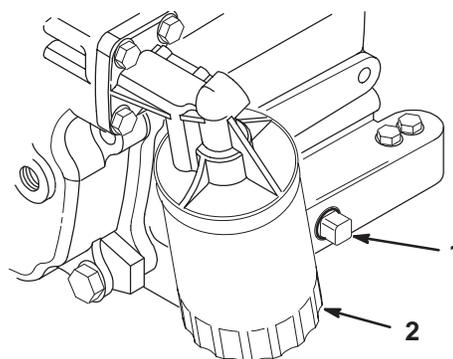

Figure 26
5. Enlevez le bouchon de vidange (Fig. 26) et laissez s'écouler l'huile dans un bac de vidange. Remettez le bouchon quand toute l'huile s'est écoulée.
2. Déposez le filtre à huile existant (Fig. 26). Appliquez une fine couche d'huile sur le joint du filtre de rechange.